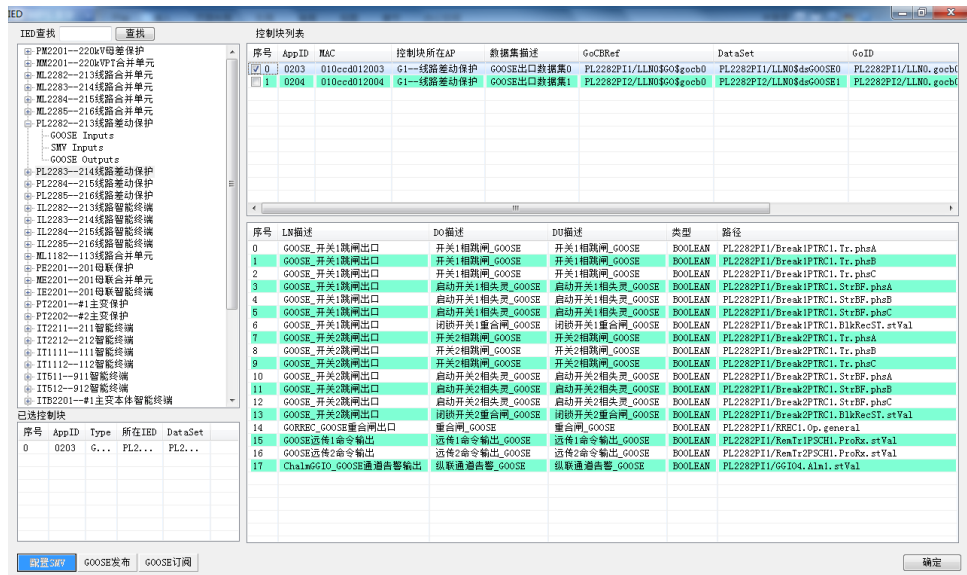

图 A-13 导入 SCD 文件 GOOSE 部分
- 3) 选择所需 GOOSE 控制块，打钩后激活左下角的“GOOSE 发布”与“GOOSE 订阅”，可以把 SCD 中的 GOOSE 控制块导入到软件的订阅（接收 GOOSE）与发布（发送 GOOSE），如图 A-13。